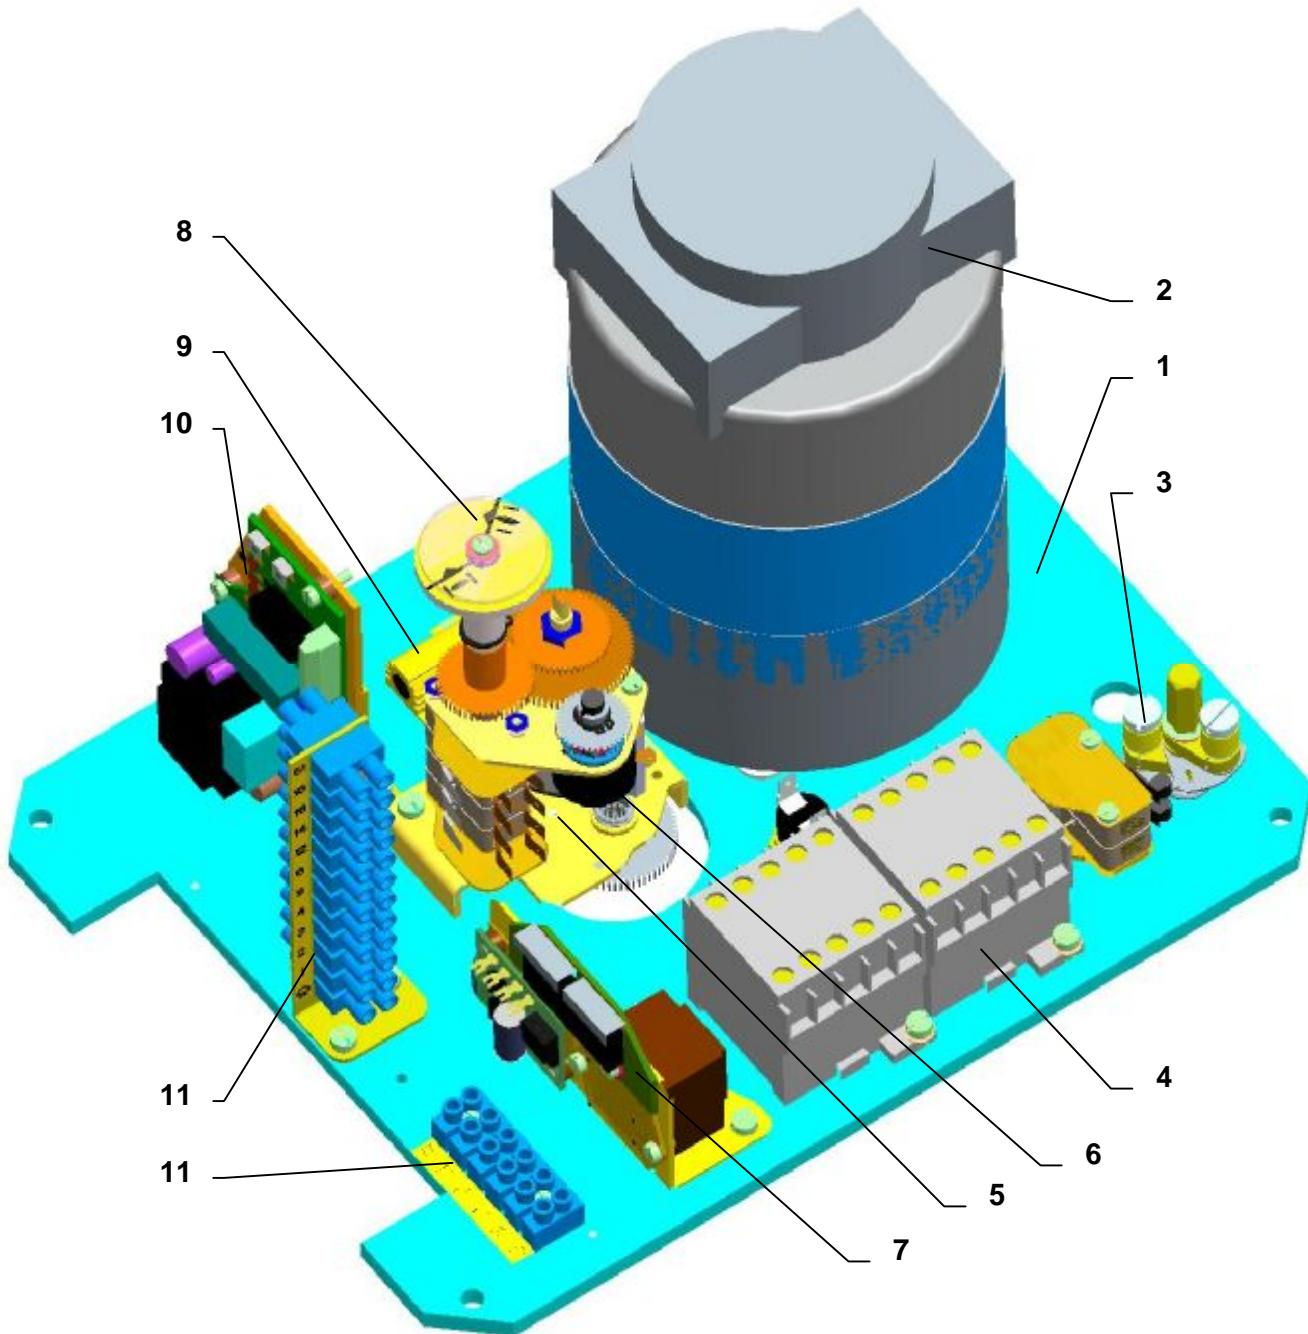

Рис.2
Управляющая часть (Рис. 2) размещена на доске управления (1), которая содержит:
- электродвигатель (2)
- моментный узел (3) - управляемый аксиальным сдвигом резьбонарезного станка
- реверсивные контакторы (4) (по исполнению ЭП)
- узел положения и сигнализации (5) с датчиком положения (6) - сопротивления, емкостный или электронный датчик положения (7) , и с механическим местным указателем положения (8)
- тепловое сопротивление (9) с температурным выключателем
- регулятор положения (10) – для типа SPR
- электрические присоединение с помощью клеммной колодки (11) (размещенных в пространстве управления) и кабельных концевых втулок или конектора с концевыми втулками